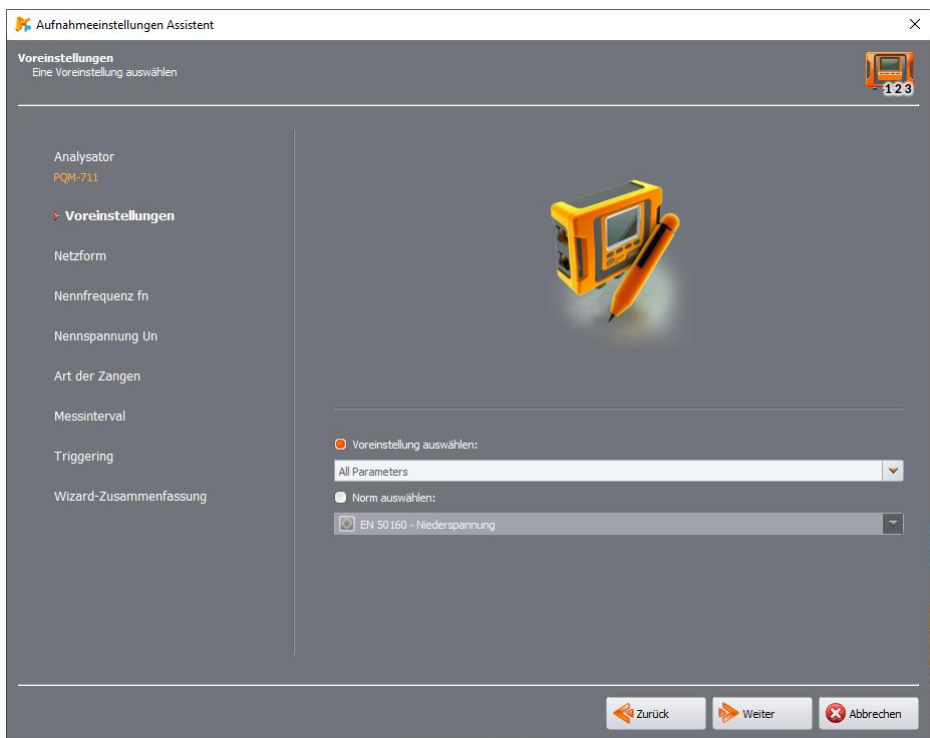

Abb. 14. Setup-Wizard – Auswahl des Aufzeichnungsszenarios.
- **VOREINSTELLUNGEN** (Abb. 14) – in diesem Schritt muss die Art der Messungen gewählt werden, dies sind zwei verschiedene Möglichkeiten: